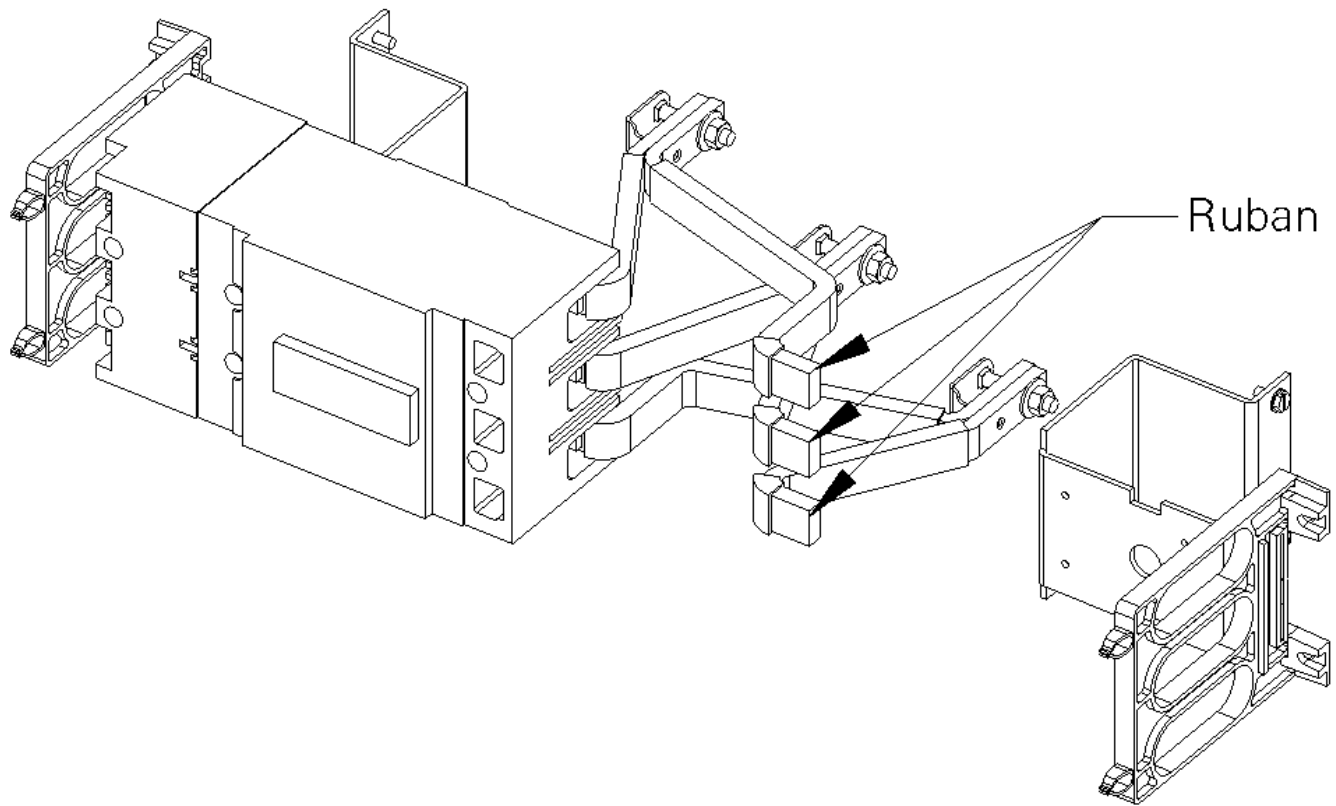

Figure 7. Enrubannage des barrettes inutilisées.
7. **Enrubanner les barrettes inutilisées**. Appliquer de multiples couches de ruban isolant aux surfaces de contact de la barrette inutilisée, comme montré à la Figure 7. Un ruban thermoplastique reconnu 105° C UI ou CSA (OANZ2) est nécessaire. Faire chevaucher plus de la moitié des tours précédents, comme montré, pour obtenir une épaisseur minimum de ruban de 0.028 pouce. Cette épaisseur d'isolation demande deux couches complètes de tours chevauchés.